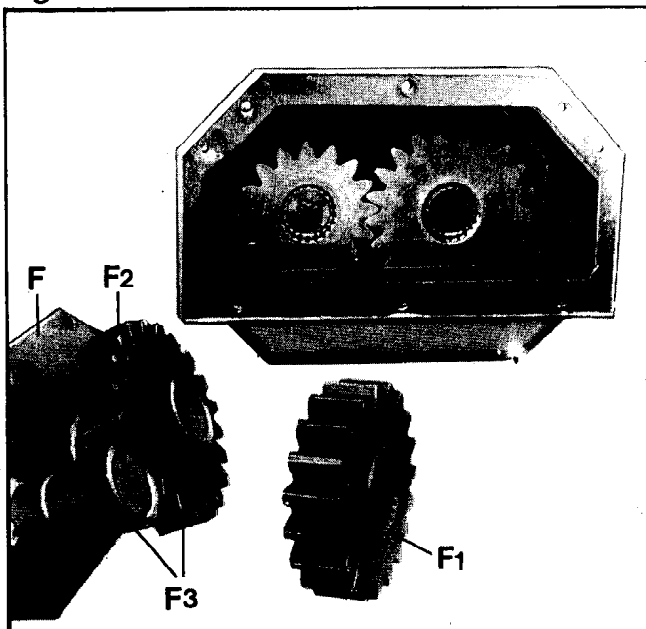

Fig.5
Deksel (F) afnemen - op dekselafdichting en asafdichting (doorgaande aftakas) letten. De tandwielen met de inkerving (zie F1, Fig. 5) naar voren - lagerzijdig - monteren.
Machine iets naar voren neigen, zodat alle olie wordt afgetaapt. Olie vullen: kan men gemakkelijk door de achteropening van de aandrijving - deksel F afnemen (Fig. 5).